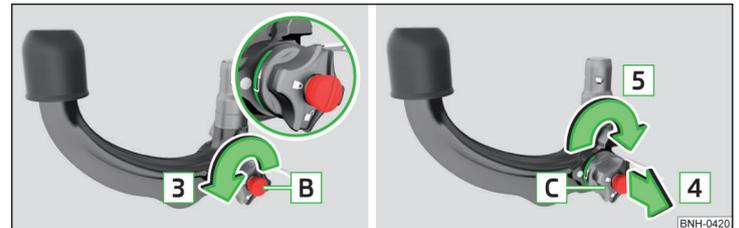

Abb. 139 Bereitschaftsstellung einstellen
- Den Schlüssel **B** bis zum Anschlag in Pfeilrichtung **3** drehen, sodass der Pfeil am Schlüssel zum Symbol  $\uparrow$  » Abb. 139 zeigt.